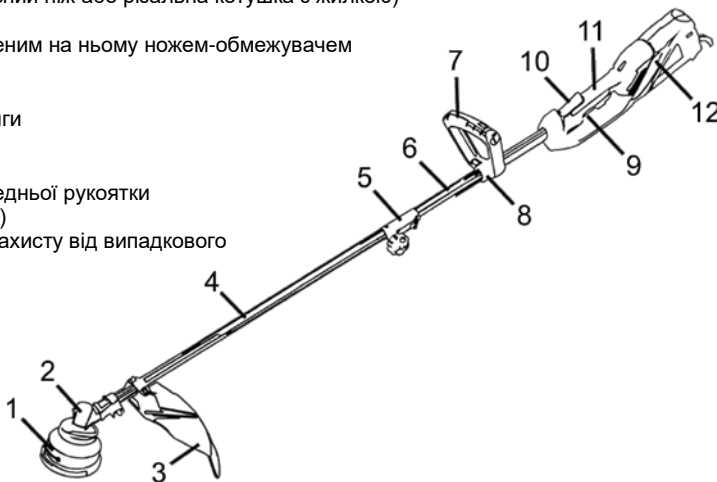
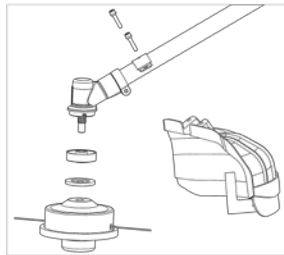
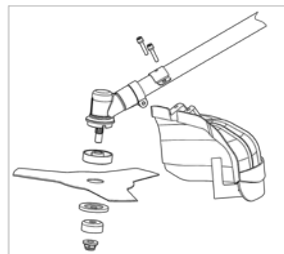

Рисунок 1
Рисунок 2
Рисунок 3
- встановіть передню рукоятку (7, рисунок 1) на верхній штанзі (6, рисунок 1) за допомогою призначених для цього кронштейнів і кріпильних елементів з комплекту постачання;
- вставте верхню частину нижньої штанги тримера (4, рисунок 1), орієнтуючи її стопорний штифт по отвору з'єднувального вузла (5, рисунок 1), в нижню частину верхньої штанги (6, рисунок 1) до щільного з'єднання і фіксації валу в призначеній втулці (якщо стопорний штифт не зафіксувався в отворі, злегка повертайте/переміщуйте нижню штангу, поки штифт не зафіксується в отворі). Затягніть смушкову гайку з'єднувального вузла (5, рисунок 1) для надійної фіксації з'єднання верхньої та нижньої частин виробу;
- встановіть захисний кожух (3, рисунок 1) на нижній штанзі за допомогою гвинтів і кронштейна (дивіться рисунок 2 або 3). Зніміть захист з ножа-обмежувача довжини жилки, встановленого на захисному кожусі;
- встановіть різальну катушку з жилкою (рисунок 2), або різальний ніж (рисунок 3) на шпindel редуктора;